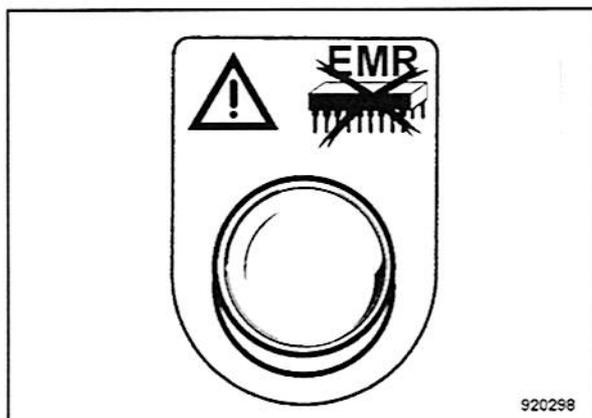

Fig. 204
- Presionar el pulsador de diagnóstico (Fig. 204) para aprox. 1 a 3 segundos y después soltar la tecla.